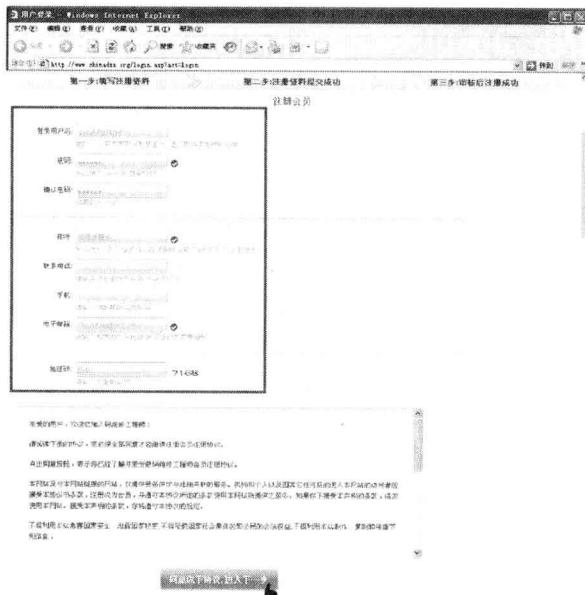

图 7 填写资料
⑦ 若用户名和密码及验证码输入正确，点击登录后，页面将转到会员资料界面，在这里用户可对自己的用户名、昵称、密码、邮箱等信息进行填写或修改，将所有空缺项都填写完毕后（例如昵称、手机号、电子邮箱和验证码），认真阅读会员注册协议，并点击“同意协议”，进入下一步”注册会员，如图 7 所示。